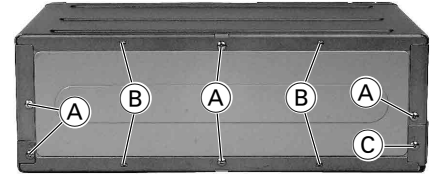

Fig. 3
- 4 Rastnasen (B) (Fig. 3) ausrasten und Boden und Deckel abnehmen.
- Undo 4 catches (B) (Fig. 3) and take off bottom and cover.